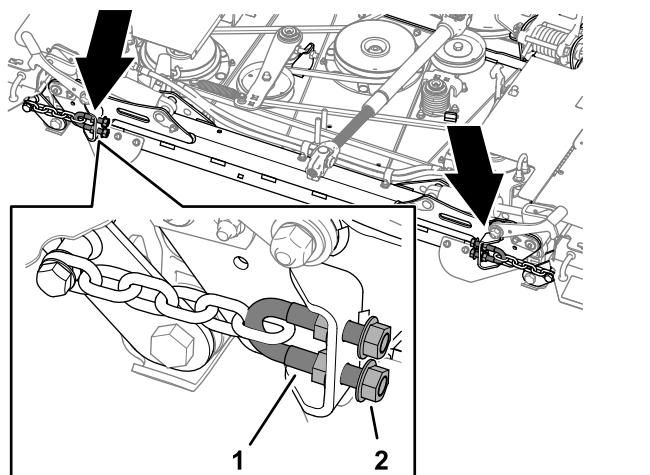

Figura 32
4. Na parte frontal da plataforma, desaperte totalmente as porcas flangeadas serradas exteriores que prendem as quatro cavilhas em U (Figura 32).